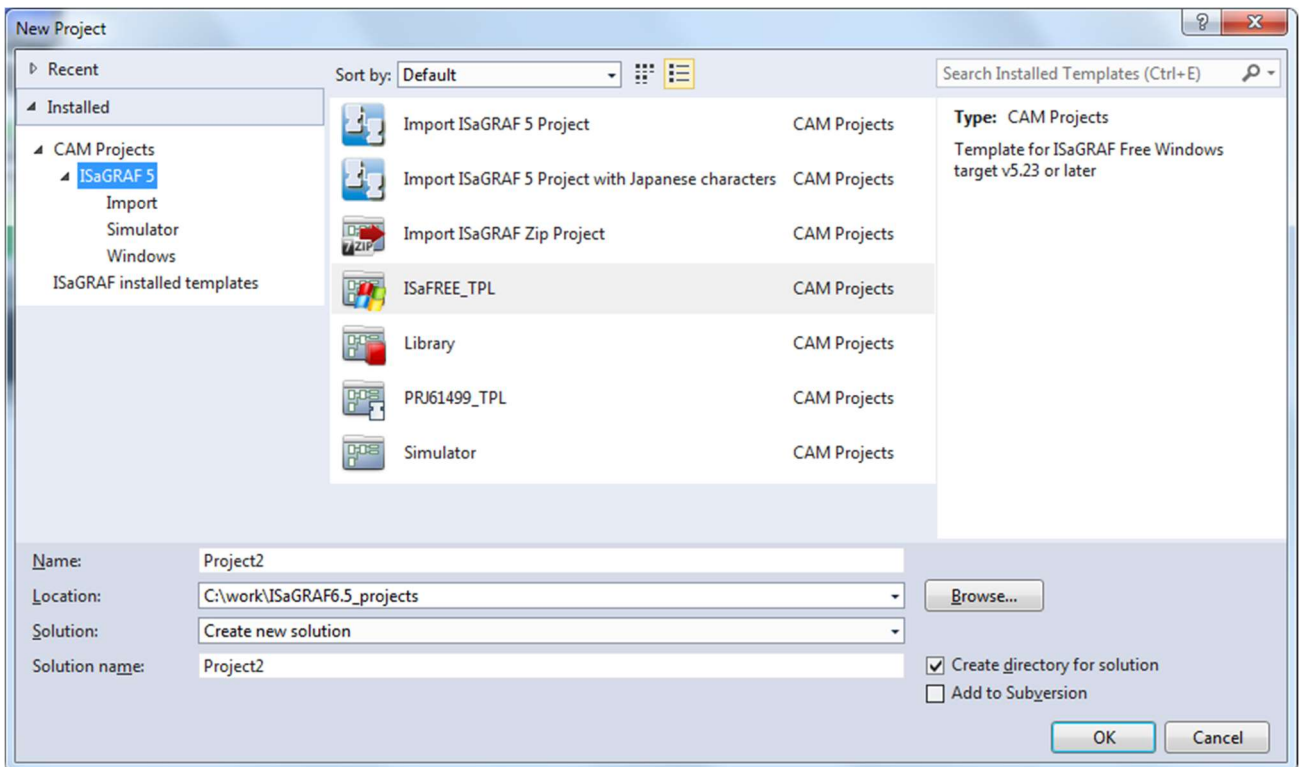

Рисунок 2 - Окно создания нового проекта
- 3). В окне создания нового проекта следует выбрать шаблон ISaFREE\_TPL, задать имя проекта, папку размещения нового проекта и имя решения. Если планируется использовать систему контроля версий, следует выбрать опцию «Add to Subversion» (см. Рисунок 2). Затем следует нажать кнопку «ОК».